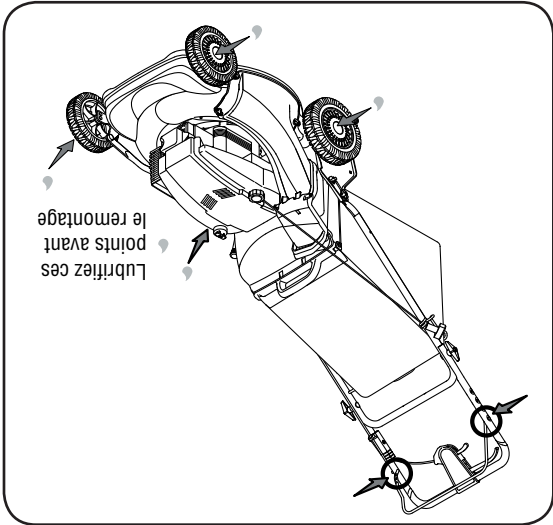

Figure 11
1. Lubrifiez les points de pivot de la poignée de commande de la lame au moins une fois par saison avec une huile légère. La commande de la lame doit fonctionner facilement dans les deux sens. Voir la Figure 11.
3. Le ressort de torsion et le point de pivotement doivent être lubrifiés régulièrement avec une huile légère pour empêcher la rouille. Voir la Figure 11.